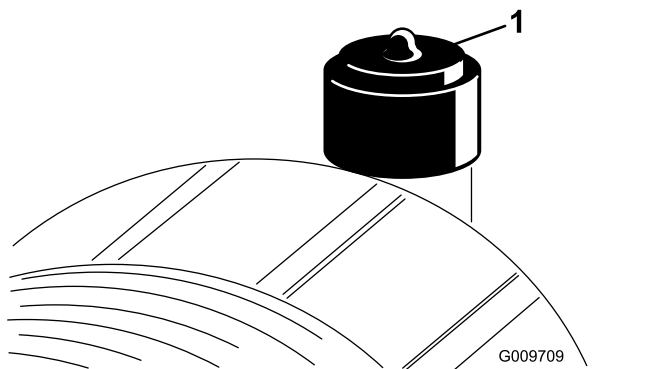

Figure 48
Faites l'entretien du filtre à air uniquement quand l'indicateur de colmatage (Figure 48) indique que cela est nécessaire. Ne remplacez pas le filtre à air plus fréquemment que nécessaire; cela ne fait qu'accroître le risque de contamination du moteur par des impuretés quand le filtre est déposé.
2. Réarmez l'indicateur de colmatage (Figure 48) s'il est rouge.